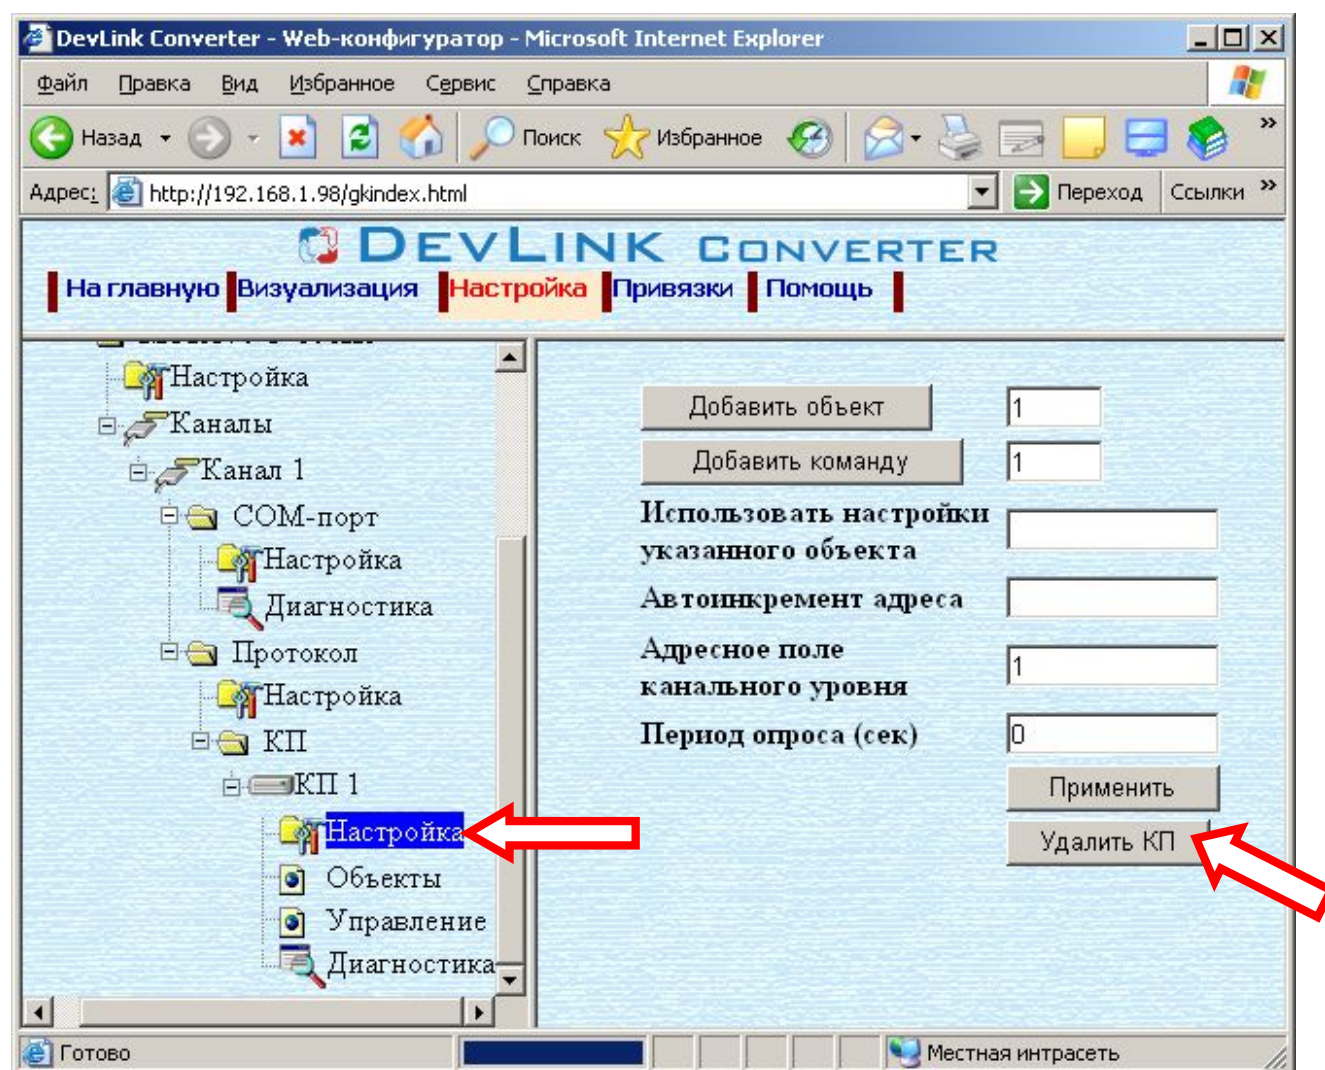

Рисунок 3.7 – Удаление КП
- Выберите в дереве объектов папку «Настройка» нужного КП канала драйвера (рисунок 3.7).